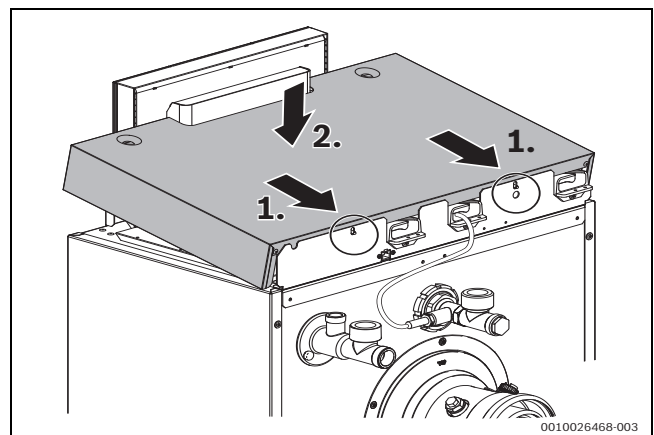

Bild 34 Kesselhaube montieren
- Kesselhaube mit den Pins in die Rückwand einsetzen und nach unten klappen (→ Bild 34)